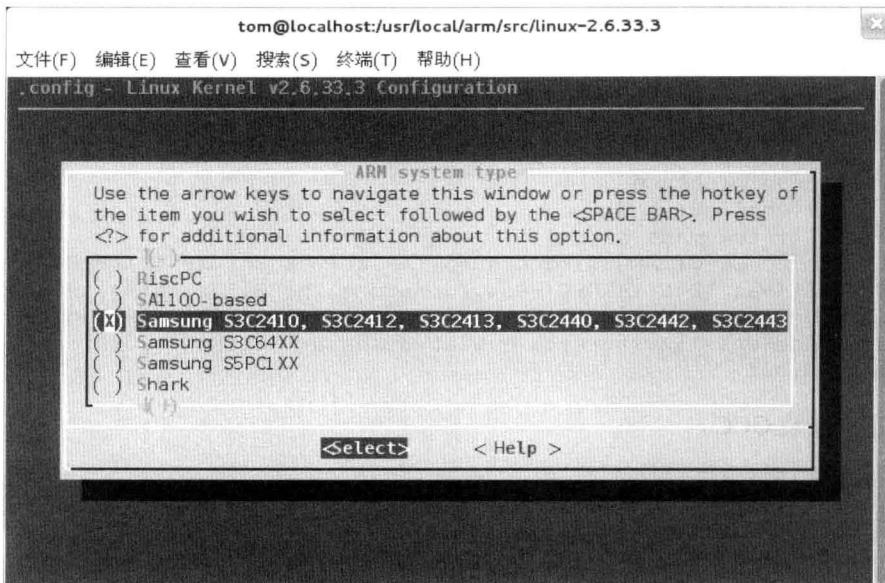

图 2.30 选择系统芯片类型
注意：执行 make ARCH=arm CROSS\_COMPILE=arm-linux- menuconfig 时，主要是为了选择一个对应 CPU 的类型。选择 System Type → ARM system type (ARM Ltd. Versatile family) → (X) Samsung S3C2410, S3C2412, S3C2413, S3C2440, S3C2442, S3C2443，如图 2.30 所示。